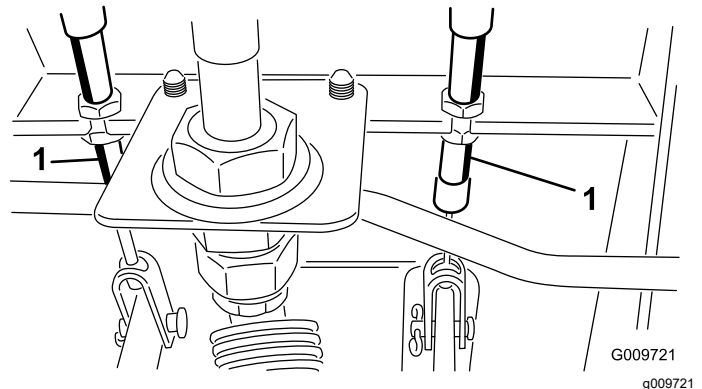

Figura 113
- A. Afloje la tuerca delantera del extremo roscado del cable de freno (Figura 113).